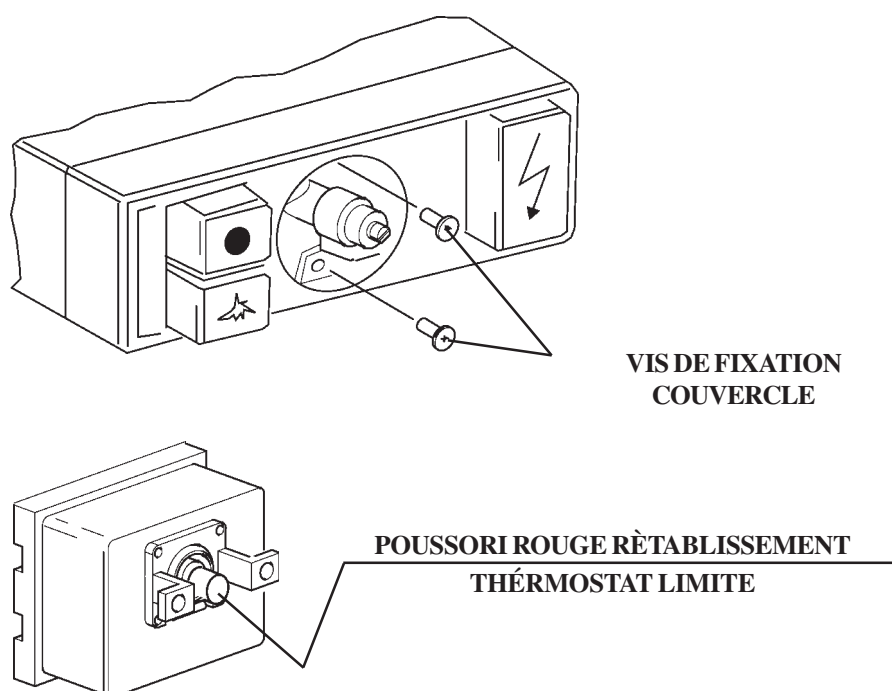

Fig. 11
G) Thermostat de sécurité (fig. 11)
La friteuse est équipée d'un thermostat de sécurité (fig. 11) qui se déclenche en cas de surchauffe de l'huile en arrêtant le fonctionnement de l'appareil. Pour le faire repartir, il faut réenclencher le thermostat (fig. 11). Cette opération doit être confiée à un personnel qualifié qui contrôlera aussi la cause du déclenchement.